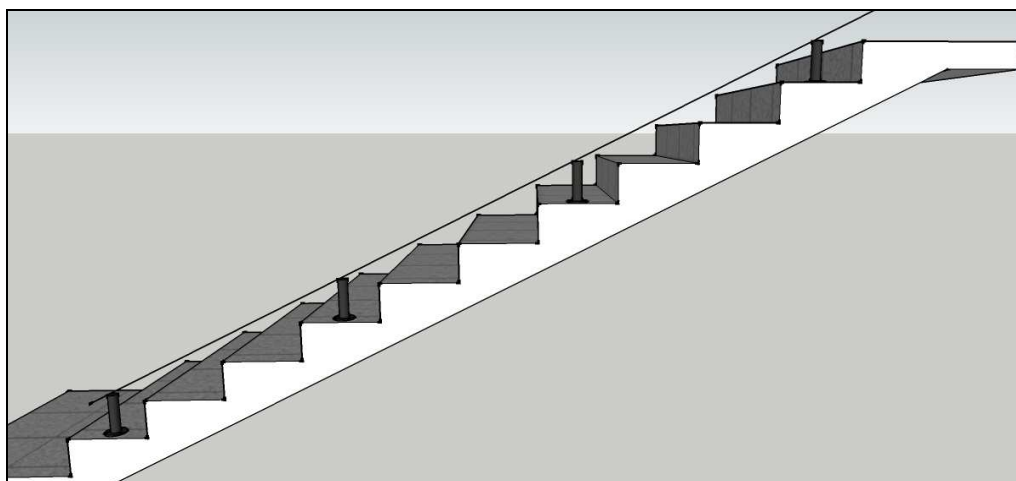
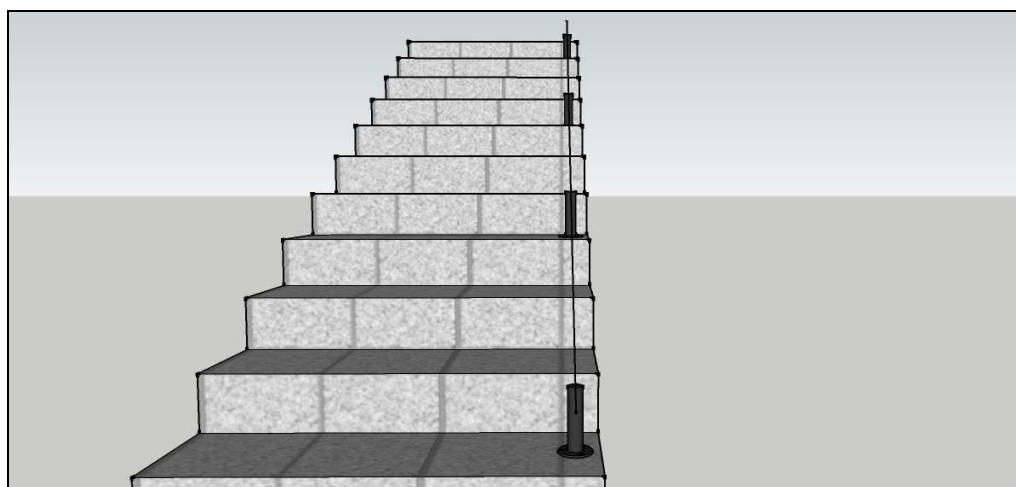

Рис. 4
Рис. 5
3. Выставляем промежуточные закладные элементы. Делаем это таким образом, чтобы край закладной касался натянутого шнура и чтобы центр закладной находился строго под шнуром (рис. 4 и рис. 5).